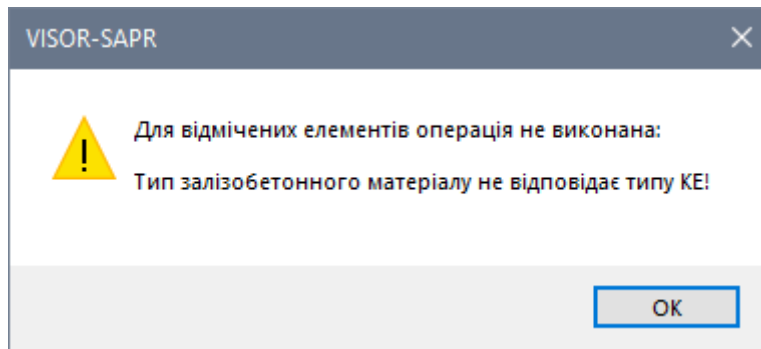

Рис. 11.34. Діалогове вікно VISOR-SAPR
- В діалоговому вікні з попередженням (рис. 11.34) натисніть на кнопку **ОК**.